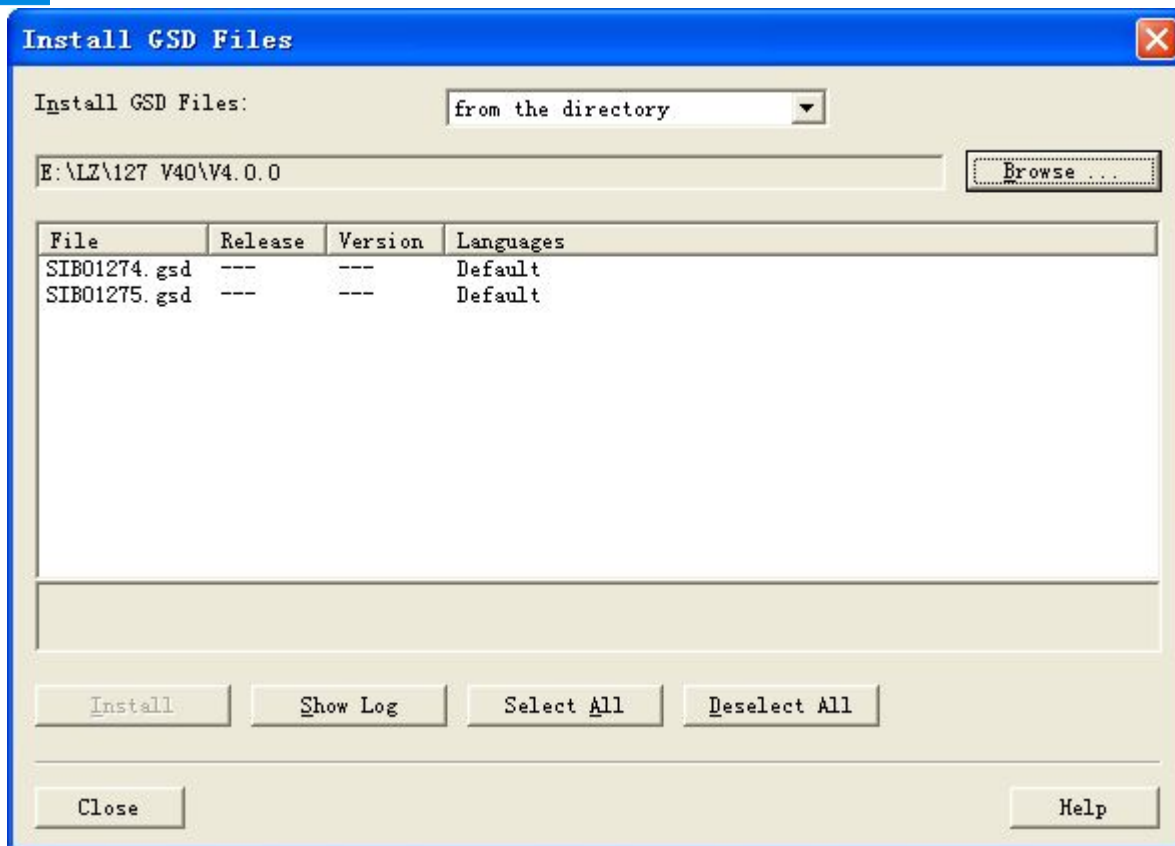

图 7
2. 弹出如图 7 所示窗口，选择 SIBO1274.gsd 或者 SIBO1275.gsd，点击“Install”，注册完后，单击“Close”，关闭注册窗口。